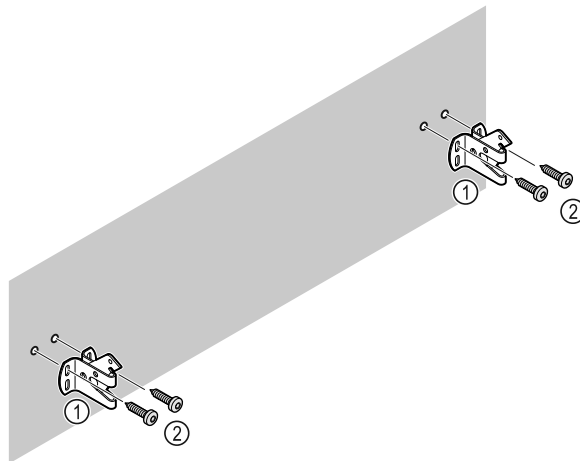

Fig. 10
W zależności od struktury ściany (drewno, beton) użyć odpowiedniego materiału mocującego (np. kołków) i zastosować odpowiednią liczbę punktów mocowania Fig. 10 (2).
- ▶ Zamocować haki zabezpieczające. Fig. 10 (1)